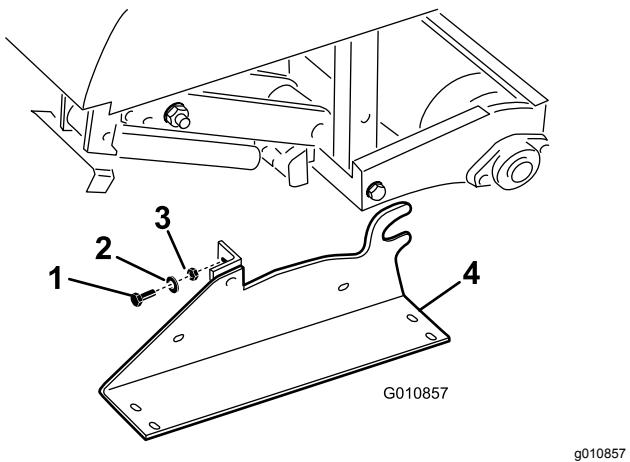

Figura 34
2. Retire os parafusos, as anilhas de bloqueio e as porcas que fixam os suportes de armazenamento a cada extremidade do arejador (Figura 34).